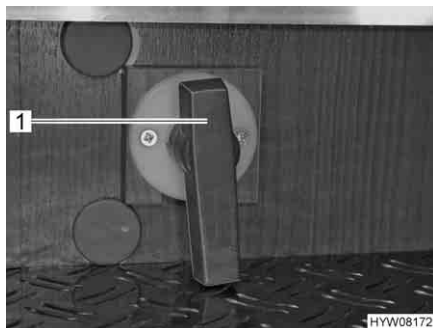
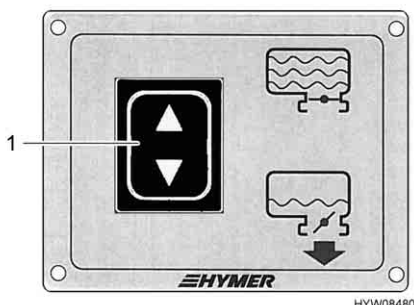

Fig. 149 Leva di comando del serbatoio delle acque grigie
Fig. 151 Interruttore di comando per rubinetto di scarico
La leva di comando (Fig. 149,1) per lo scarico delle acque grigie si trova nel garage di coda. Il tubo di scarico con collegamento per un tubo di gomma per lo scarico si trova sotto al veicolo.
L'interruttore di comando (Fig. 151,1) per lo scarico delle acque grigie si trova nel garage di coda. Il tubo di scarico con collegamento per un tubo di gomma per lo scarico si trova sotto al veicolo.
- Aprire il rubinetto di scarico. A tale scopo, ruotare di un quarto di giro la leva di comando (Fig. 149,1) del rubinetto di scarico (la leva di comando è posizionata verticalmente o longitudinalmente al tubo di scarico), oppure spingere in basso l'interruttore di comando (Fig. 151,1). Le acque grigie fuoriescono.
- Dopo il deflusso completo delle acque grigie, richiudere il rubinetto di scarico. A tale scopo, ruotare di un quarto di giro la leva di comando (Fig. 149,1) del rubinetto di scarico (la leva di comando è posizionata orizzontalmente o trasversalmente al tubo di scarico), oppure spingere in alto l'interruttore di comando (Fig. 151,1).